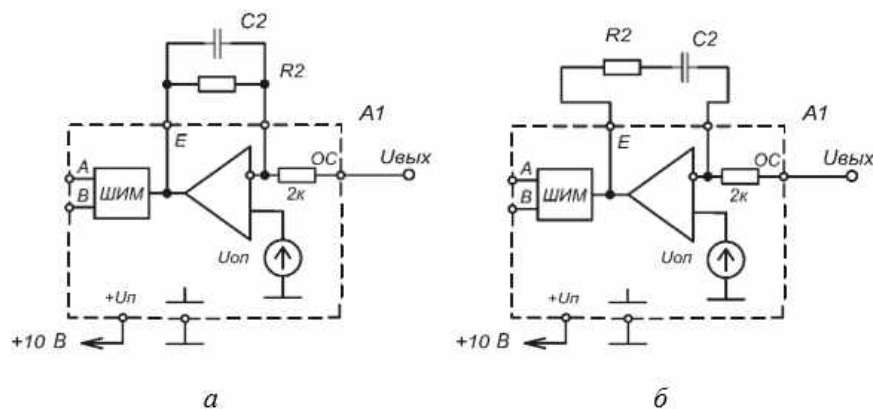

Рис. 5.2
3.5. Установите последовательно с резистором $R2=10\text{кОм}$, конденсатор $C2=0.5\text{мкФ}$. Снимите зависимость $U_{\text{Н}} = f(U_{\text{ВХ}})$. (см. рис.5.2б)
3.6. Уберите последовательный конденсатор $C2$ и включите его параллельно резистору $R2$. Снимите осциллограммы i_L и $U_{\text{Н}}$ (осциллограмму тока дросселя снять качественно, по огибающим линиям). (см. рис.5.2а) 3.7. Для снятия динамических характеристик включите последователь-но с источником питания коммутатор согласно схеме рис.5.3.